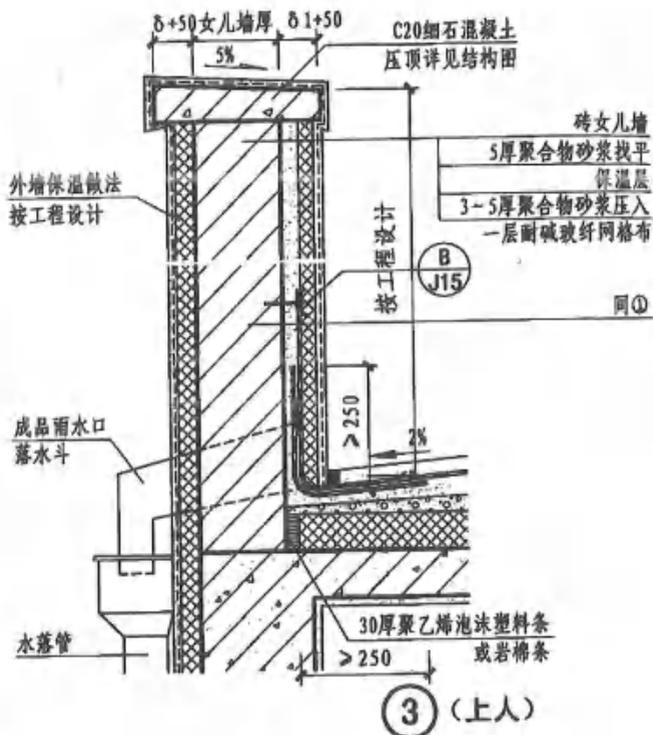

图 14-1 平屋面砖女儿墙做法
(2) 同时如果有部位不做保温，冷热空气就能进入室内，也会影响整体保温效果。常见的女儿墙做法如图 14-1 所示。